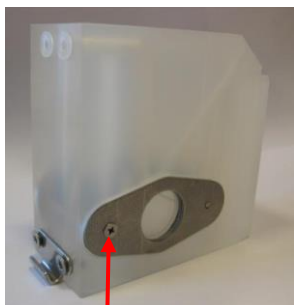

Figura 32
5. Desaperte os dois suportes da janela de visualização (ver Figura 32).
11. Fixe os painéis de visualização com os suportes dos painéis de visualização (ver Figura 32).